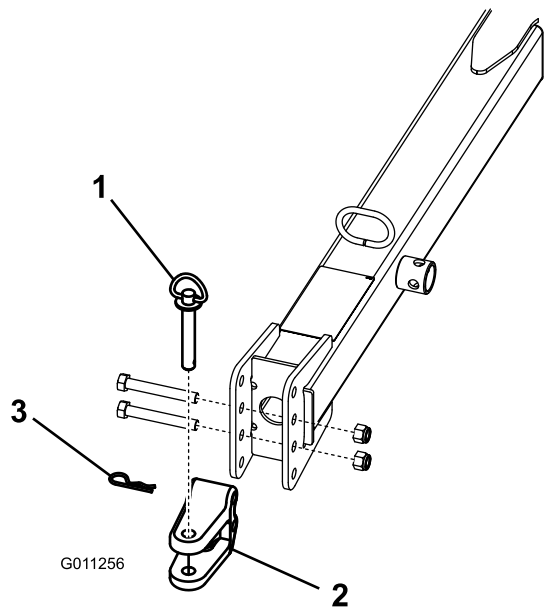

图10
- 卸下将挂钩 U 形销（图10）固定到挂钩牵引杆上的螺栓和锁紧螺母。